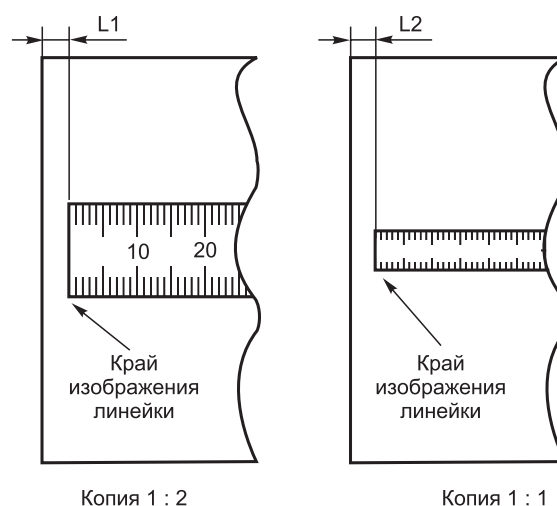

Рис. 2. Смещения переднего края изображения при масштабе 200% (L1) и 100% (L2)
4. Измерьте расстояние между передним краем бумаги и передним краем изображения (линейки) на сделанных копиях (рис. 2) и вычислите величины RRC-A и RRC-B по приведенным ниже формулам:
Если предустановленная величина RRC-A неверна, положения передних краев различны при любом масштабе. RRC-B – это предустановленная величина, регулирующая синхронизацию включения цикла опорного ролика (RRC) и обеспечивающая правильное соотношение переднего края изображения на барабане с передним краем бумаги копии (рис. 2).